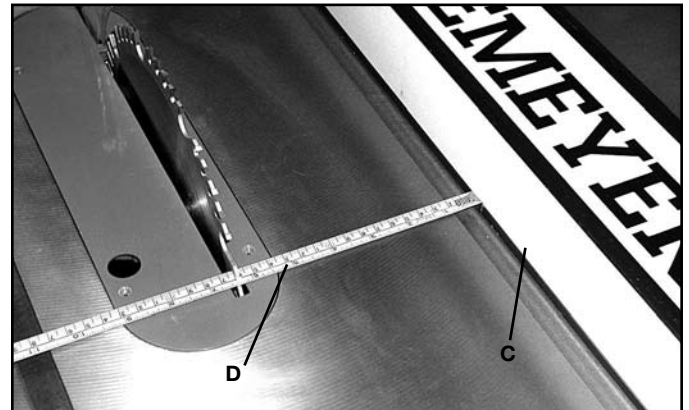

FIG. 24
2. Aligner le côté du guide (C), fig. 24, avec la rainure du guide d'onglet sur la table de scie et verrouiller le guide en position. À l'aide d'un ruban à mesurer (D), mesurer la distance entre la lame de la scie et le côté du guide.